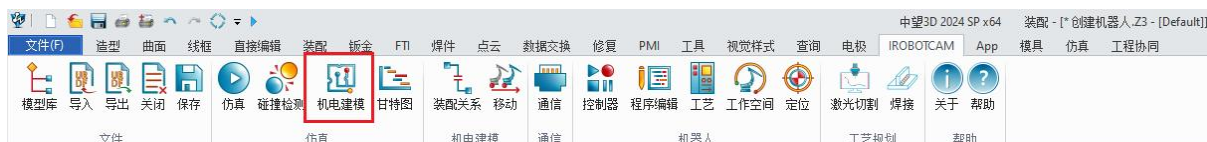

图 8-5: 机电建模
- 在“造型”选项卡中选择“基准坐标系”选项。（图 8-5）